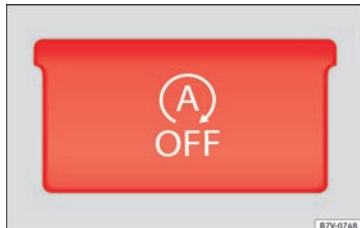

Fig. 207 Detalle de la consola central: tecla para el funcionamiento Start-Stop.
- Pulse la tecla  en la consola central » **fig. 207**.